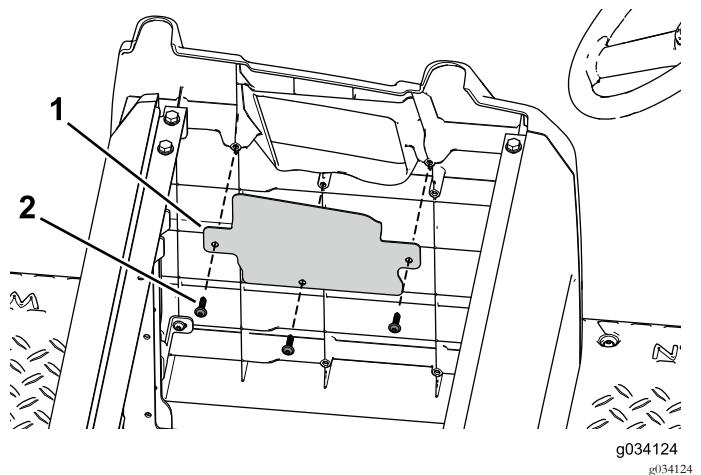

図 96
6. オープニングカバーをサイドプレートに固定するタッピングねじ3本を使う図 96。